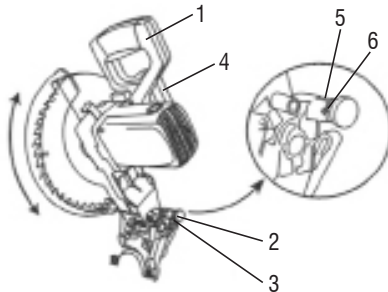

Fig. 6 - Transporte y almacenaje del cabezote de la máquina
- 2 - Tire el pin traba (2) y posicione en la posición (5), Fig. 6;